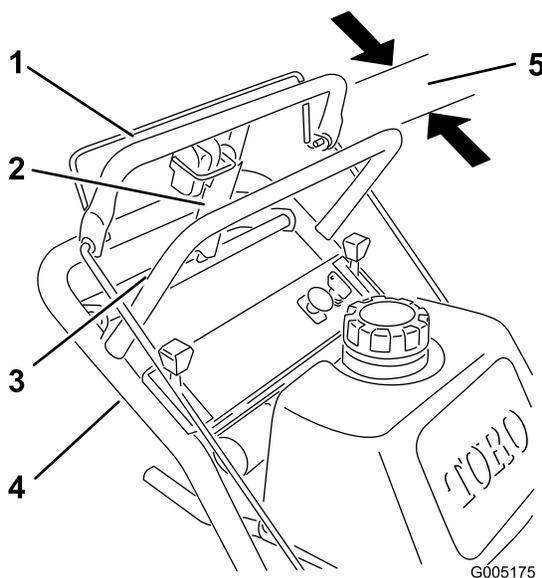

Figure 40
1. Vérifiez l'espace entre la barre de commande supérieure et la barre fixe quand la transmission aux roues est complètement embrayée. L'espace doit être d'environ 25 à 32 mm (1 à 1-1/4 po) (Figure 40).